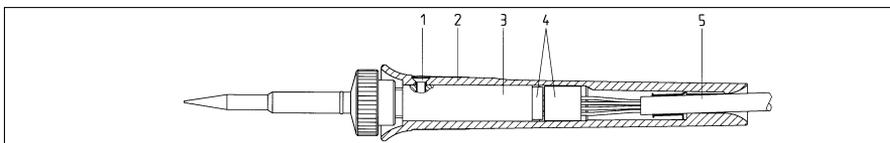

Abbildung 19
- Griffbefestigungsschraube (Pos. 1/Abb. 19) herauserschrauben.
- Griff (Pos. 2/Abb. 19) abziehen.
- Steckverbindung (Pos. 4/Abb. 19) zwischen Heizkörper und Kabel lösen.
- Heizkopf (Pos. 3/Abb. 19) wechseln.
- Steckverbindung (Pos. 4/Abb. 19) zwischen Heizkörper und Kabel wiederherstellen.
- Griff (Pos. 2/Abb. 19) auf Heizkopf (Pos. 3/Abb. 19) aufschieben.
- Griffbefestigungsschraube (Pos. 1/Abb. 19) einschrauben